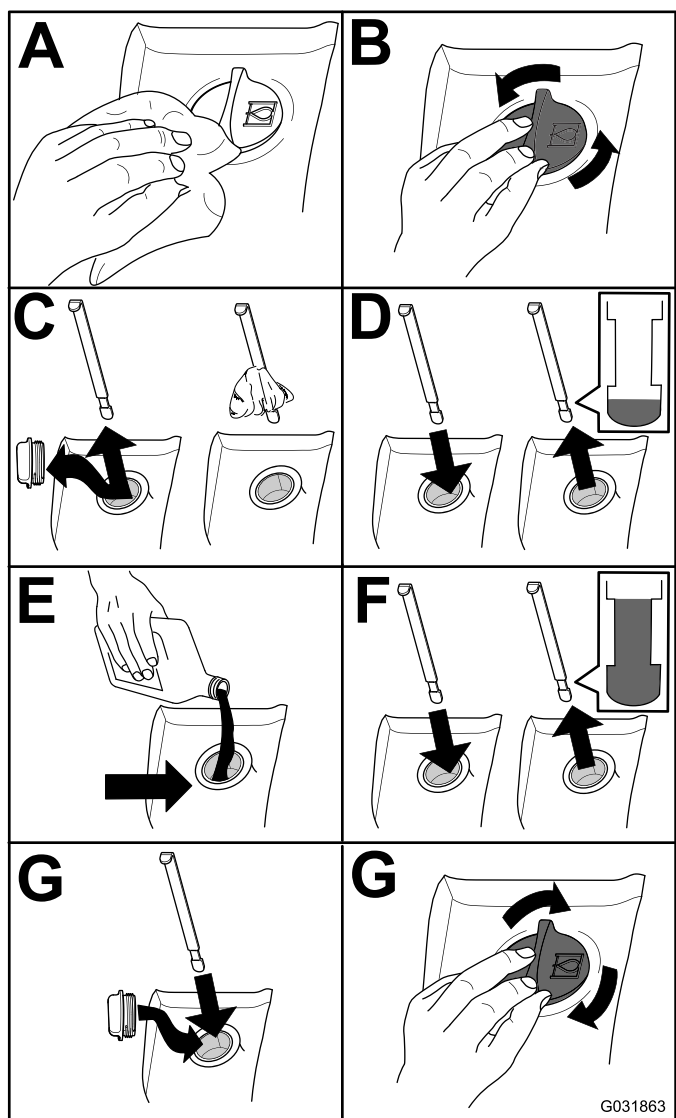

Figura 116
2. Compruebe el nivel de fluido hidráulico (Figura 116).